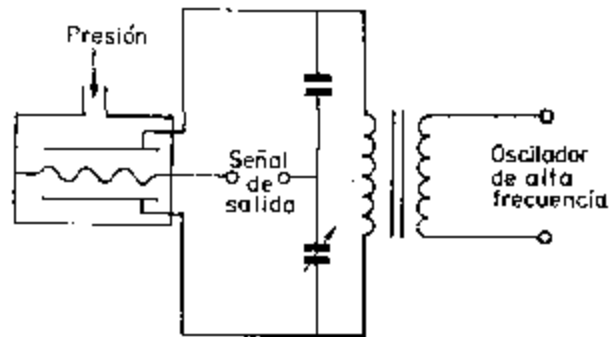

Figura 4
**Transductores capacitivos.** Se basan en la variación de capacidad que se produce en un capacitor al desplazarse una de sus placas por la aplicación de una presión. La placa móvil tiene forma de diafragma y se encuentra situada entre dos placas fijas del transductor, de este modo se tienen dos capacitores, uno de capacidad fija y otro de capacidad variable los cuales pueden medirse con un circuito en configuración puente de ca. Una configuración es la que se muestra en la Figura 4.